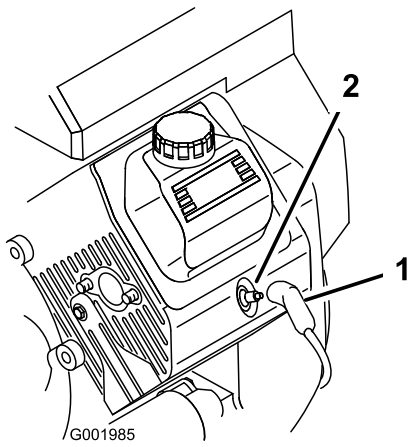

Figura 42
3. Desconecte los cables de las bujías (Figura 42).
- Conecte los cables a las bujías (Figura 42).